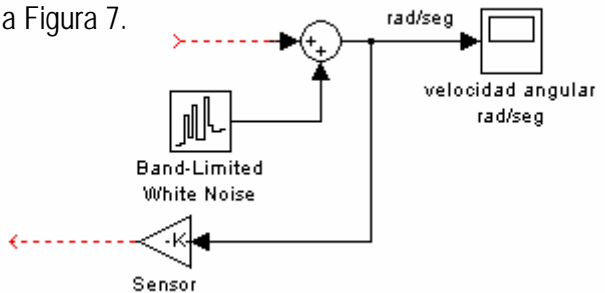

Figura 7. Efecte del soroll
a) Per tal de simular l'efecte del soroll en les mesures es proposa introduir la modificació de la modificació de la Figura 7.